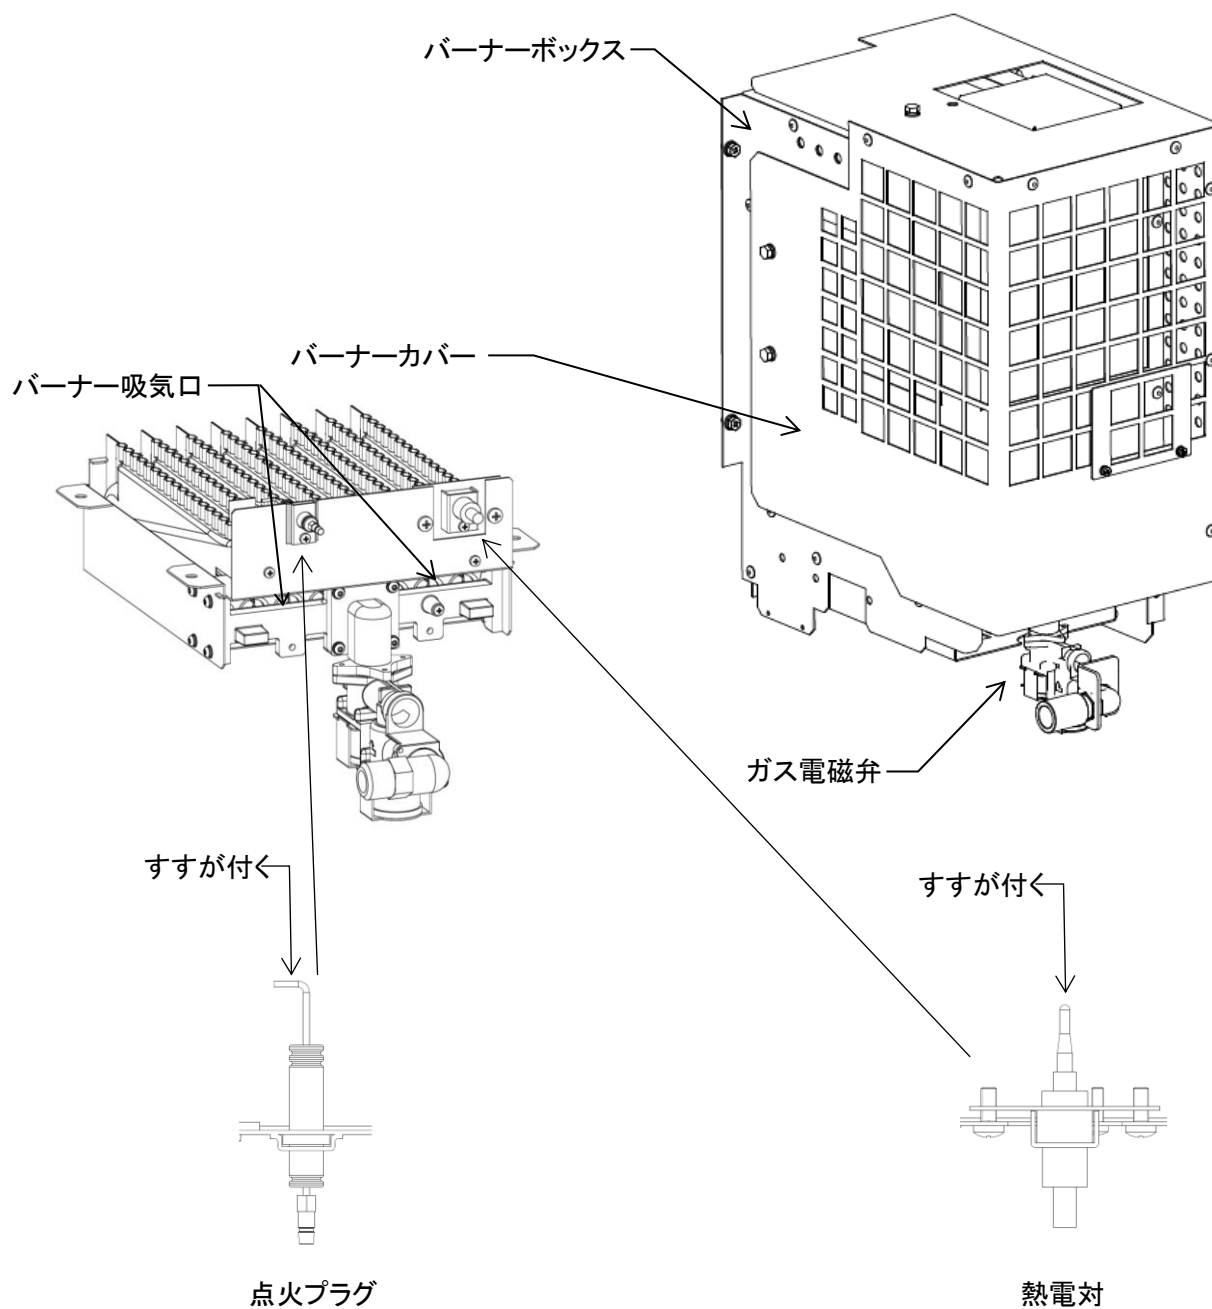

図 9-5
3) 点火プラグの点検(図 9-5)
4) 熱電対の点検(図 9-5)